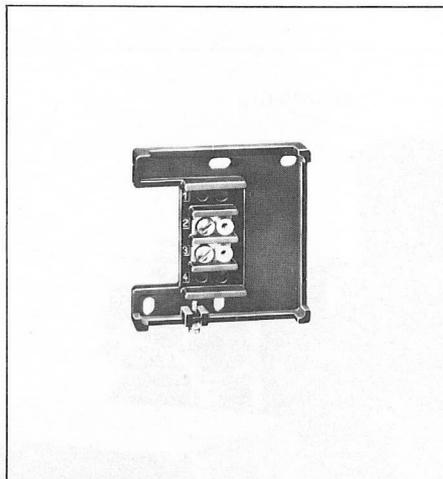

Bild 11 Grundplatte FB3/RFS2
**Montage:** (Bild 11) Grundplatte nach Lösen der Befestigungsschraube abziehen und an der vorgesehenen Montagestelle befestigen. Die beiden Anschlußdrähte anklammern, Oberteil aufstecken und Befestigungsschraube wieder anziehen.